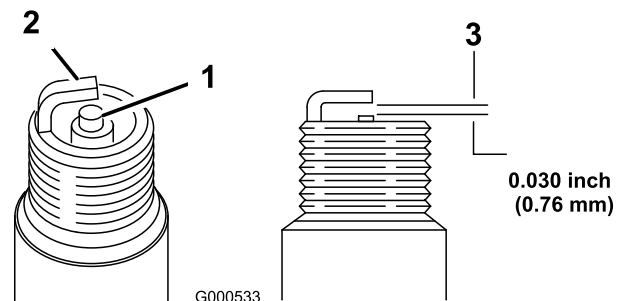

Figure 25
5. Réglez l'écartement des électrodes à 0,76 mm (0,030 po); voir Figure 25.